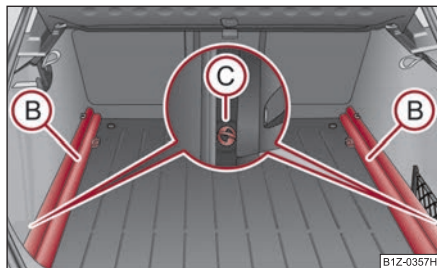

Fig. 100 Portbagajul: Demontarea șinelor
- Deblocați șinele (B) rotind inelul de fixare (C) spre dreapta cca. 90° ⇒ fig. 100.